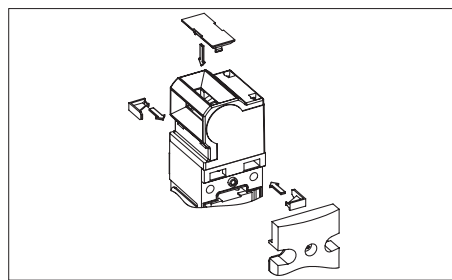

Fig. 2 : Installation des cales de sécurité, obturation de l'ouverture d'actionnement
3. En option : utiliser les cales de sécurité fournies comme protection antitorsion (voir Fig. 2).
4. Obturer l'ouverture d'actionnement non utilisée à l'aide du capuchon de fente fourni (voir Fig. 2).